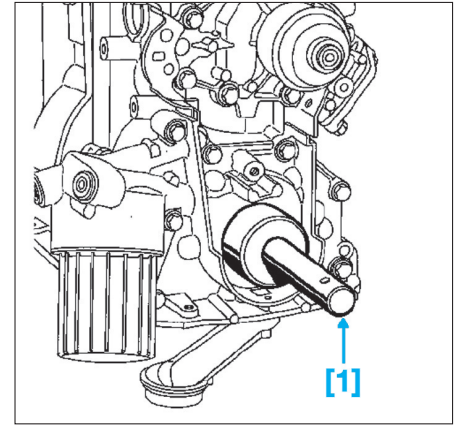

Fig. 18
- le joint neuf sur l'arbre de sortie du vilebrequin à l'aide de l'outil [2] (Fig.18) sans l'abîmer au passage de la gorge d'entraînement du pignon de distribution,